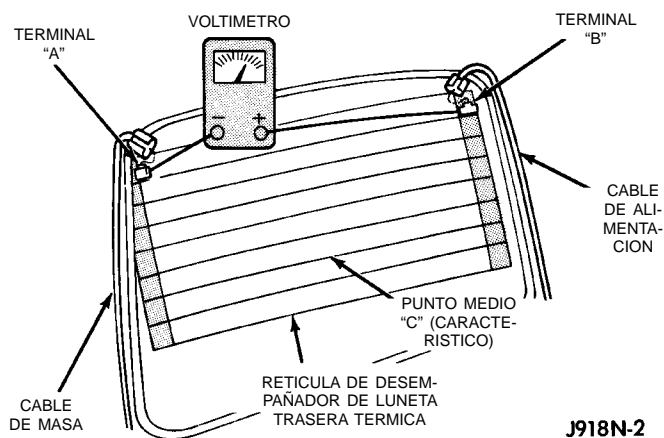

Fig. 1 Prueba de retícula del cristal de la luneta trasera
3. Utilizando un voltímetro de CC de 12 voltios haga contacto en el terminal A de la retícula térmica de la luneta trasera (del lado derecho) con el cable negativo y en el terminal B (lado izquierdo) con el cable positivo (Fig. 1). La lectura del voltímetro debe indicar el voltaje de batería.